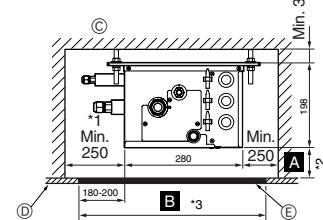

Fig. 4-5
(2) Set fra siden (Fig. 4-5, Fig. 4-6)